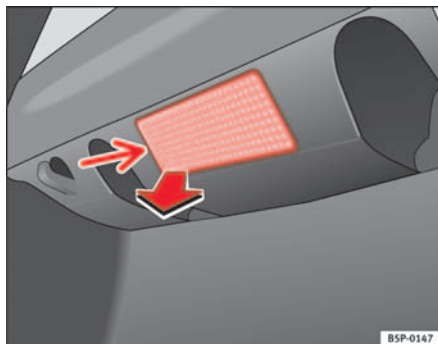

Fig. 188 Luz maletero
- Extraiga la tulipa haciendo presión sobre el borde de la parte interior de la misma -flecha- con ayuda de un destornillador por su parte plana ⇒ **fig. 188**.